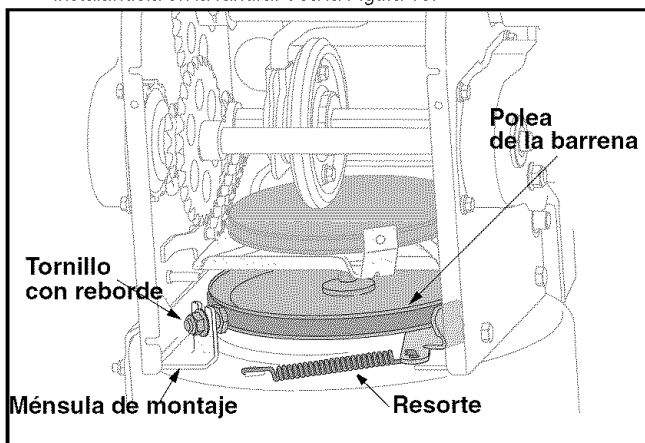

Figura 15
- Realice medio giro del tornillo con reborde y deslícelo fuera de la ménsula de montaje. Vea la Figura 15.
- Desenganche el resorte para liberar la tensión de la correa de la barrena. Retire la correa antigua y cambie por una nueva instalándola en la ranura. Vea la Figura 15.
- Enrosque la correa de la barrena alrededor de la polea de la barrena. Vea la Figura 15.